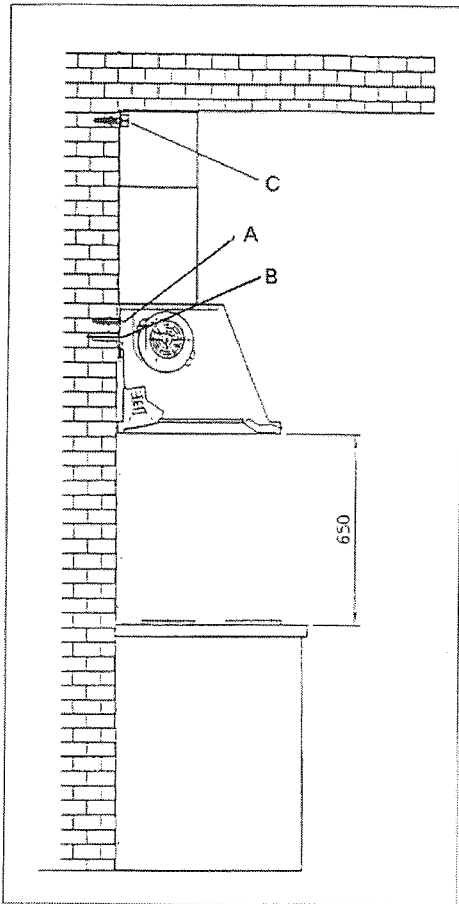

FIG. 1
Apparatens installationsläge (Fig. 1) måste vara på ett avstånd på minst 65 cm från hällen. Den får inte installeras ovanför kaminer med en övre värmeplatta. Utsläppet av rök måste uppfylla alla gällande normer.
- Blockeringskilar (Fig. 1 - A).
- Upphångnings- och nivelleringskilar (Fig. 1 - B).
- Bygel och fästskruv för att fästa kaminen vid väggen (Fig. 1 - C).